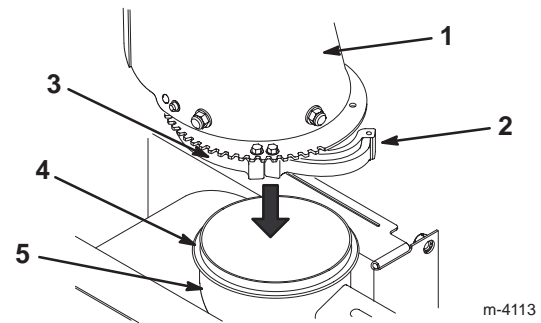

Figure 12
- Graissez légèrement la couronne de l'éjecteur (Fig. 12).
- Tournez le dispositif de retenue au bas de l'éjecteur vers l'extérieur (Fig. 12).
- Abaissez l'éjecteur sur l'ouverture supérieure du carter de tarière (Fig. 12).
- Vérifiez que la couronne de l'éjecteur s'engage correctement dans les rainures des dispositifs de retenue fixe de l'éjecteur (Fig. 12).